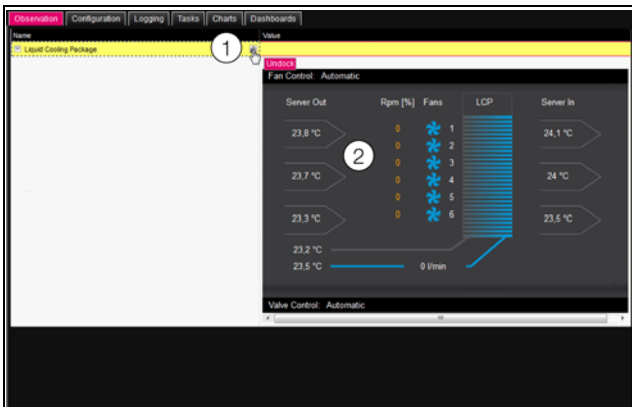

Рис. 84: Графическое отображение
Появляется графическое отображение (рис. 84) и все статусы и число оборотов вентиляторов, а также значения температур воздуха на входе и выходе в сервера, в также режимы управления вентиляторами и водой можно удобно просматривать и изменять нажатием на графическое отображение (рис. 84, поз. 2).
Если после выбора элемента "Liquid Cooling Package" выбрано графическое отображение (рис. 84), то на древоподобную структуру можно переключиться следующим образом:
■ Нажмите на графический символ в виде серых ступеней рядом с элементом "Liquid Cooling Package" (рис. 84, поз. 1).